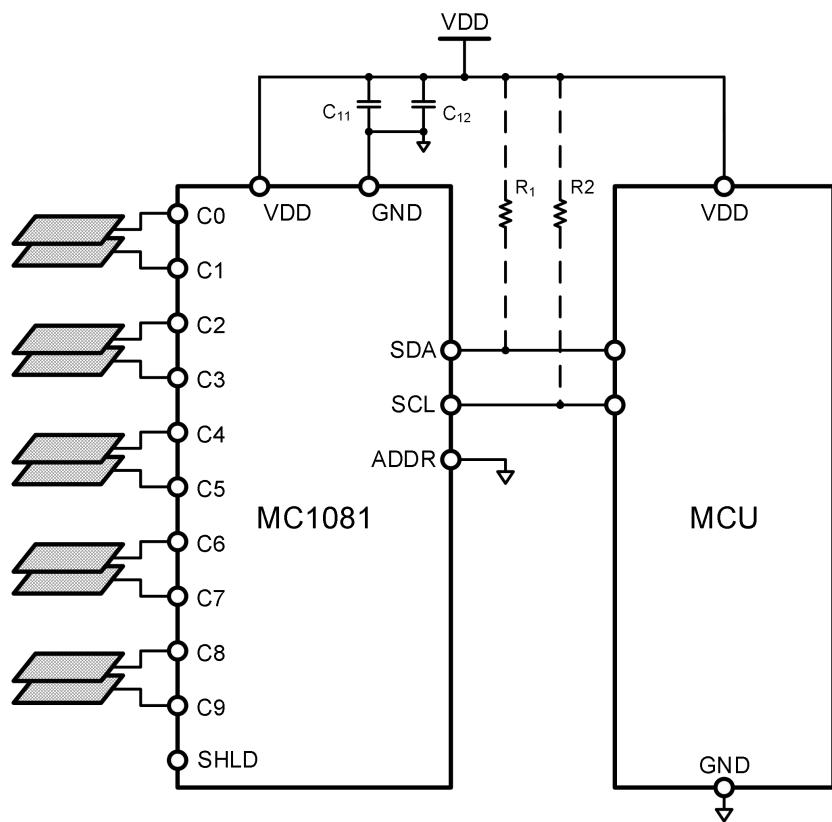

图 9-2 MC1081 双端模式典型应用电路图
- 8) 完成转换后，读取温度数据和频率计数值数据。具体寄存器为 T、D0 至 D9 和 DREF。MC1081 的双端模式典型应用电路如图 9-2 所示。
按照图 9-2，说明如何进行芯片配置并进行测量和读取数据：